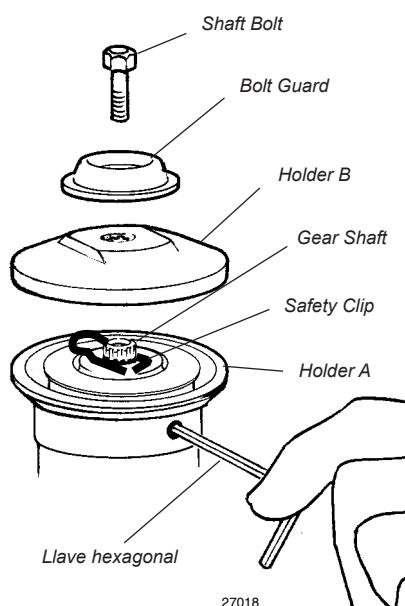

Figura 14
1. Alinie la muesca en el Soporte A con la muesca correspondiente en el borde de la caja de engranajes y luego asegure temporalmente el eje de salida insertando la llave hexagonal a través de ambas muescas. Consulte la figura 14.